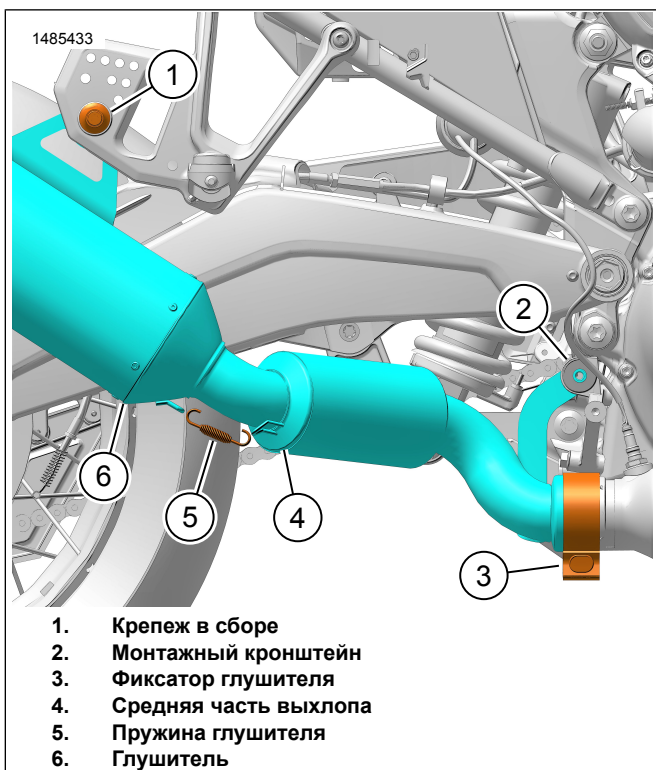

Рисунок 4. Глушитель Screamin Eagle в сборе
1. См. рис. 4. Установите среднюю часть выхлопа (4) на глушитель (6).
2. Установите пружину глушителя (5) в монтажные петли пружины на средней части выхлопа и глушителе.
3. Установите **новый** зажим глушителя (3) на среднюю часть выхлопа (4).